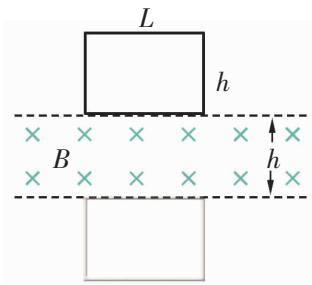

图 1-5-18
6. 如图 1-5-18 所示, 边长分别为 L 、 h , 电阻为 R , 质量为 m 的矩形金属线框, 自上而下匀速穿过宽度为 h 、磁感应强度为 B 的匀强磁场区域, 求线框中产生的热量.